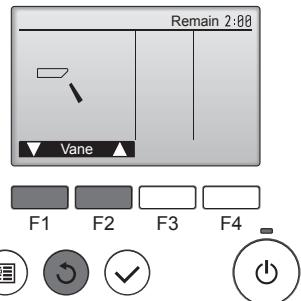

Fig. 7-6
- ① Verifique a palheta automática com os botões **F1** **F2**. (Fig. 7-6)
- ② Prima o botão **⊗** para regressar ao ecrã "Test run" (Operação Testar funcionamento).
- ③ Prima o botão **⊕**.